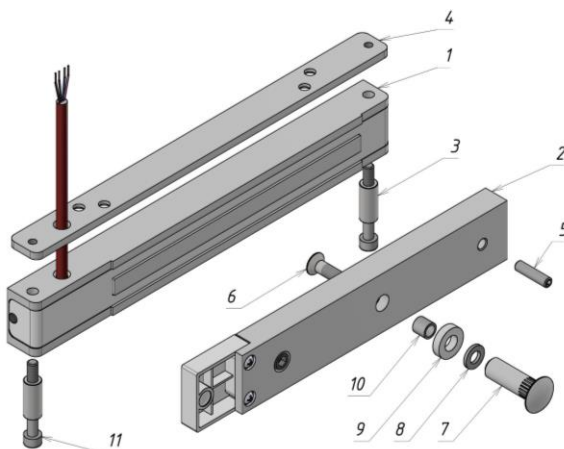

Рисунок 1 – Комплект поставки замка
3.1 Комплект поставки (рисунок 1):
- корпус (1) - 1 шт.
- якорь (2) - 1 шт.
- втулка (3) - 2 шт.
- планка резьбовая (4) - 1 шт.
- штифт (5), винт М6х35 (6),
- втулка (7), шайба (8),
- кольцо уплотнительное (9),
- втулка проходная (10)
- винт М5х40 (11) - 2 шт.